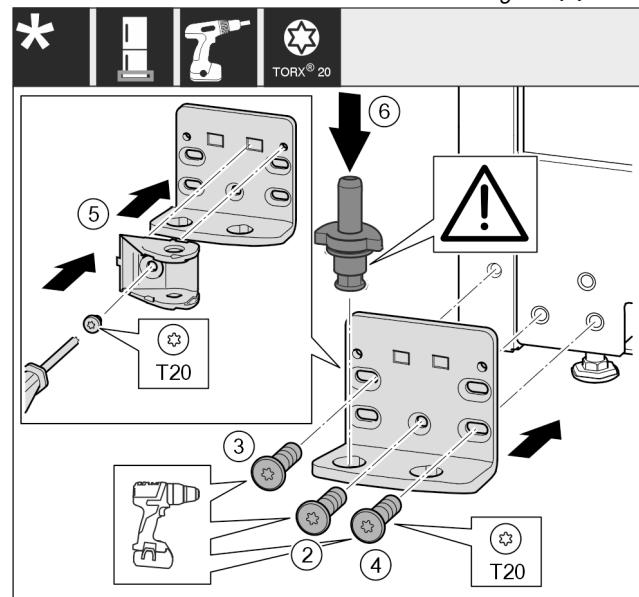

Fig. 26
- Ložiskovú konzolu nasadte na druhú stranu a priskrutkujte ju pomocou skrutkovača T20. Začnite skrutkou 2 dole v strede. Fig. 26 (2)
- Pevne zaskrutkujte skrutku 3 a 4. Fig. 26 (3,4)
- Spoj tlmiča uzatvárania otočte o 180°. Na druhej strane ložiskovej konzoly ho priskrutkujte skrutkovačom T20. Fig. 26 (5)
- Ložiskový čap úplne nasadte. Dbajte pritom na to, aby zaistovací doraz ukazoval smerom dozadu. Fig. 26 (6)